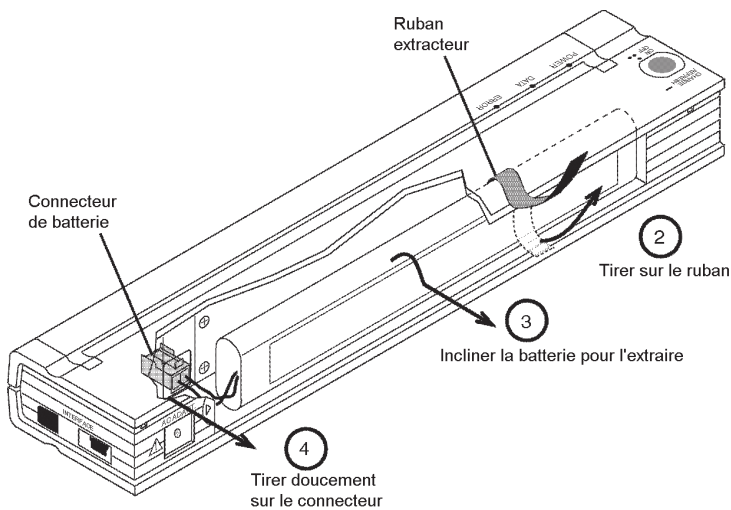

Figure 13. Instructions pour la dépose de la batterie
2. Tirez sur le ruban extracteur comme illustré à la Figure 13 et dégagez la batterie de son compartiment.